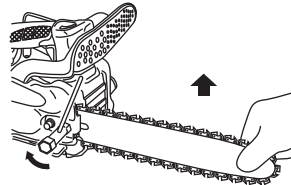

Fig. 6
8. Levante el extremo de la lámina y apriete de modo seguro las tuercas de fijación de la lámina de cadena con la llave combinada. (Fig. 6)